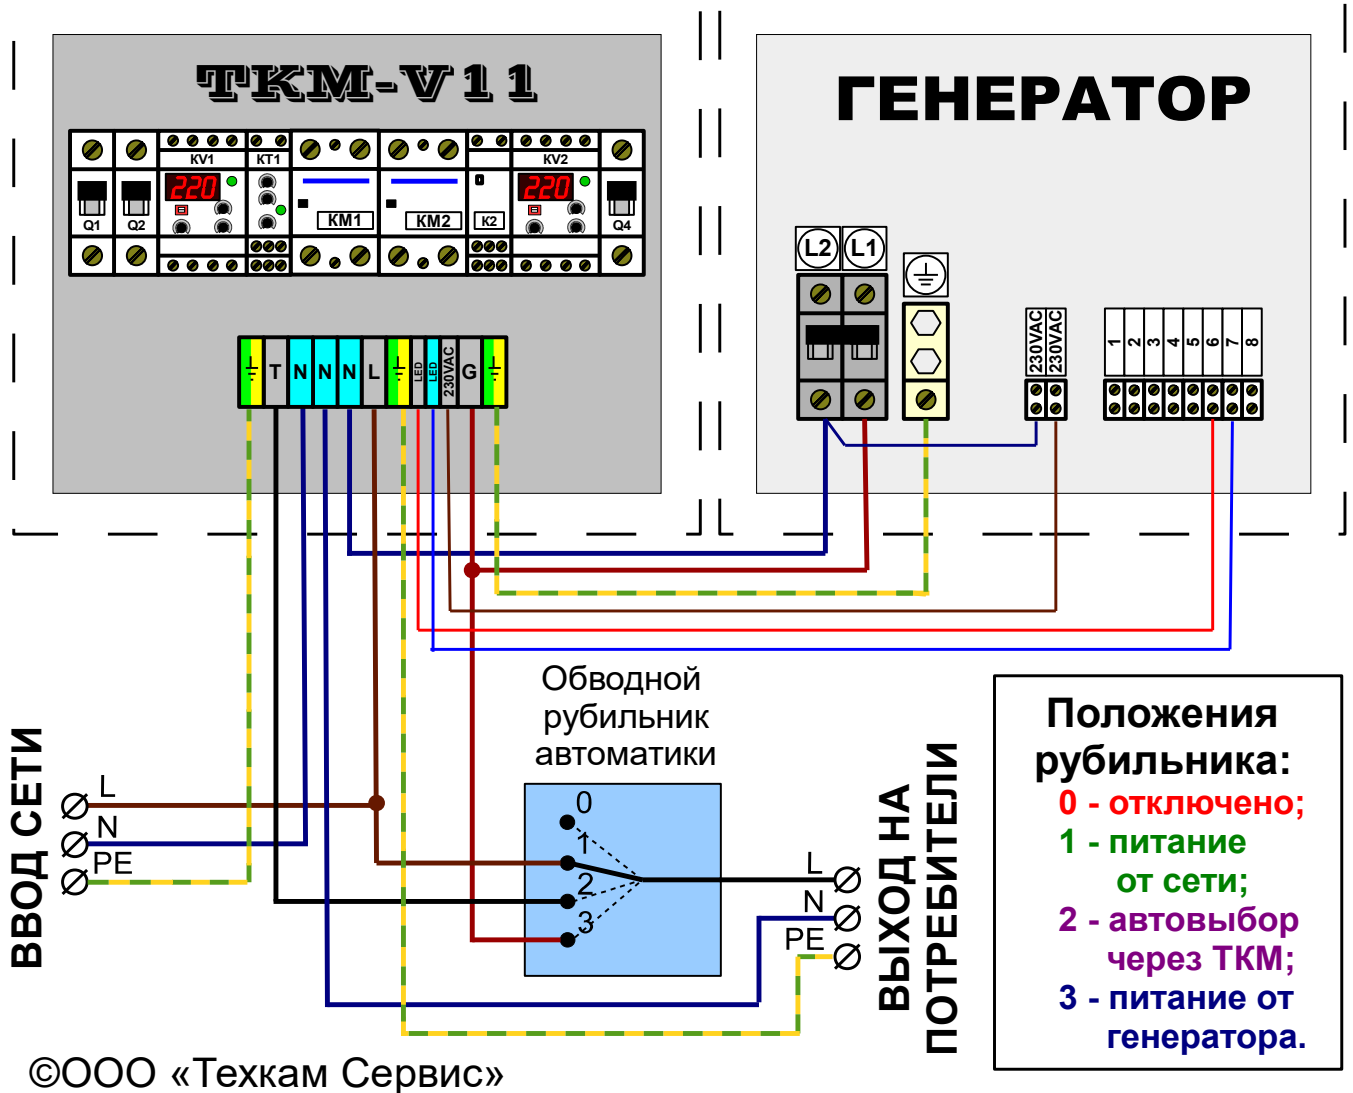

Рис.4.Схема подключения.
4. Подсоедините резервируемую линию (потребители) и ввод сети. Схема подключения показана на рис.4.